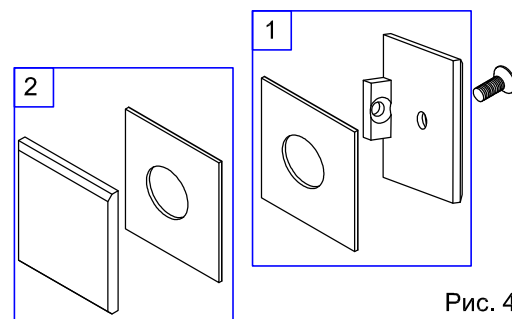
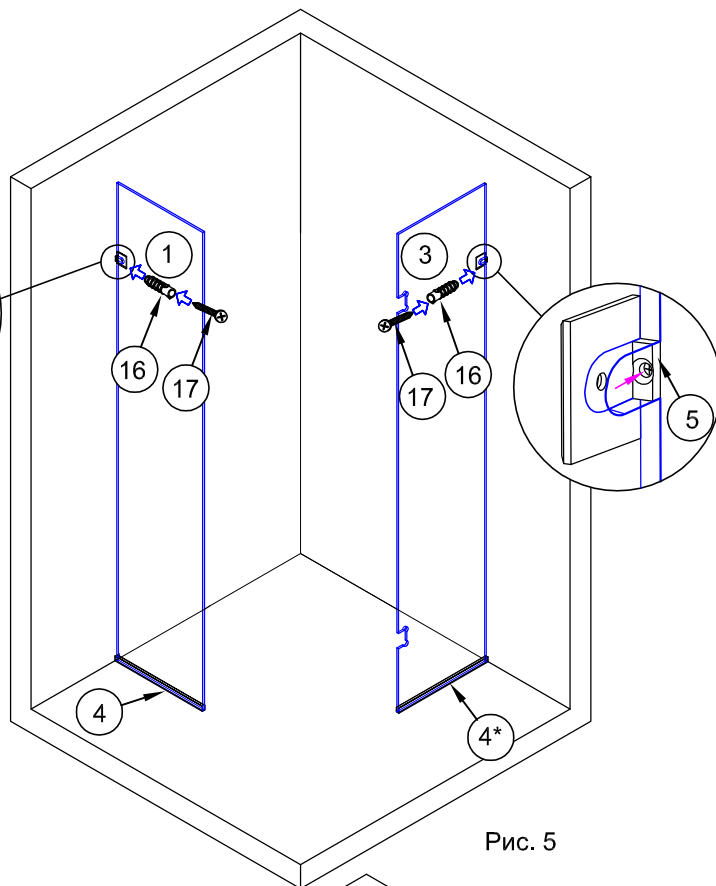

Рис. 4
Рис. 5
2.2. С внутренней стороны стекла в вырез установить комплект 1 держателя (рис.4). Отметить на стенах места отверстий для крепления держателей (рис.5).
Вставить в отверстия дюбели №16. При необходимости использовать молоток. (рис. 5)
2.8. Установить комплекты 2 держателей (рис.4) с внешней стороны стекла и скрутить пакет 1, стекло и пакет 2 винтом.